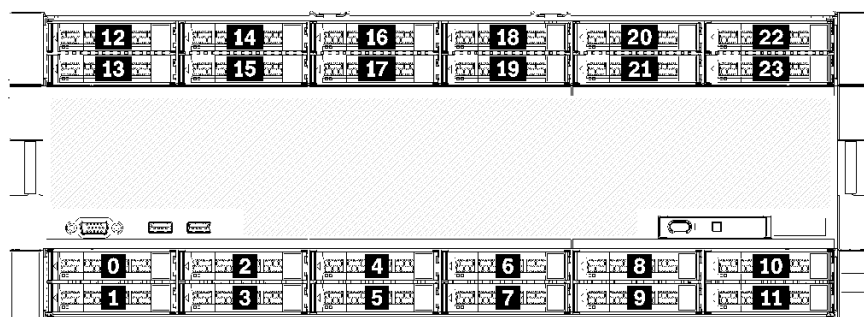

図 3. ドライブ・ベイの位置
- 上から 2 台のドライブでは SAS、SATA、または NVMe インターフェース・ドライブがサポートされています (Lenovo AnyBay)。このサーバーは、サーバー構成に応じて最大 12 台の NVMe ドライブをサポートできます。11 ページの図 3「ドライブ・ベイの位置」に示されているように、NVMe 対応ドライブ・ベイは偶数のベイです。